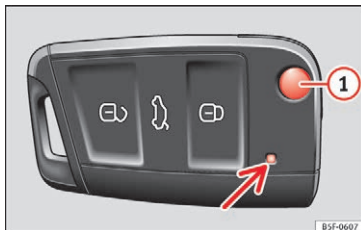
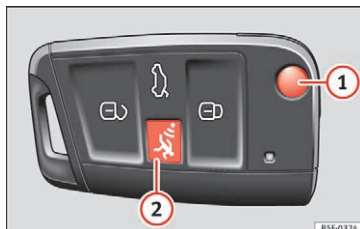

Fig. 121 Bilnøgle
Fig. 122 Bilnøgle med alarmknap
Kontrollampen » Fig. 121 (pil) blinker kortvarigt en gang, når du trykker på knappen på bilnøglen et kort øjeblik. Hvis du trykker i længere tid, blinker den flere gange, fx i forbindelse med komfortåbning.
Nøglekammeren klappes ind eller ud ved at trykke på knappen ① » Fig. 121 eller » Fig. 122.
- Hvis du trykker flere gange på knapperne på bilnøglen » Fig. 121 eller » Fig. 122 en af centrallåsknapperne » Side 117 inden for kort tid, bliver centrallåsen kortvarigt deaktiveret for at undgå overbelastning. Bilen er så låst op. Lås om nødvendigt bilen.